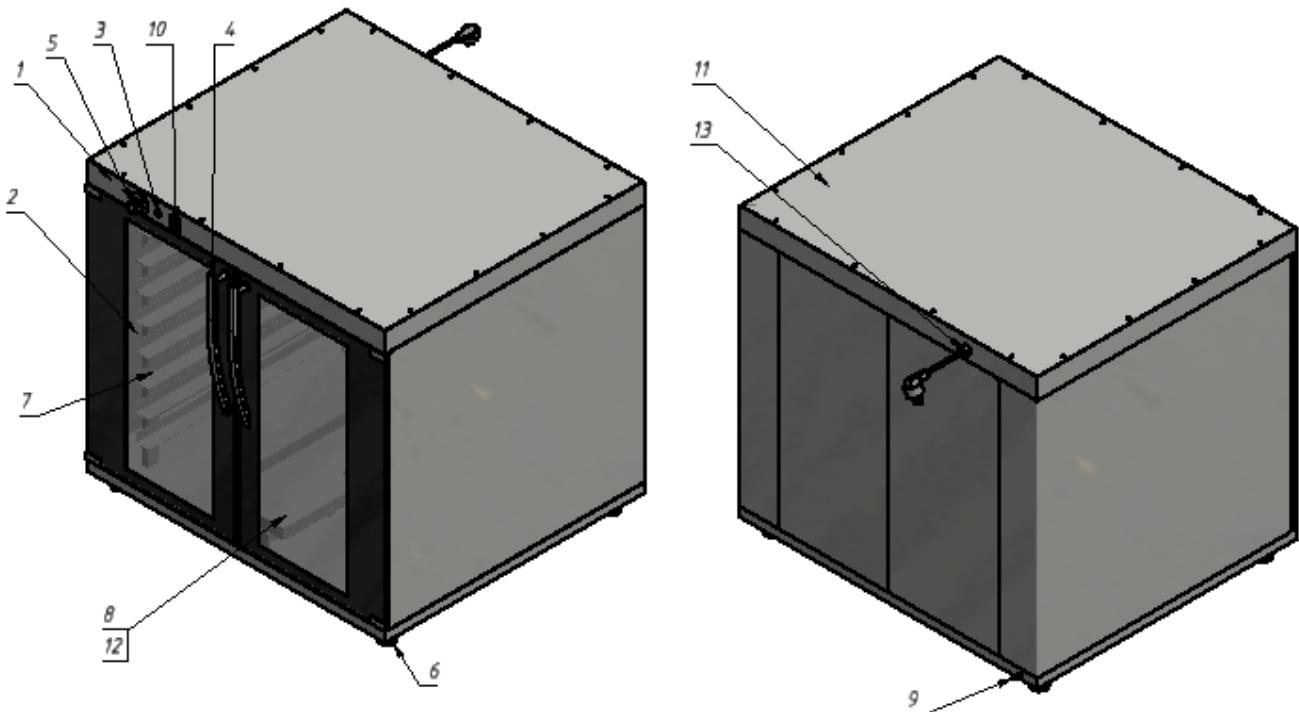

Рис. 2
- 5.3. Подсоединить заземление корпуса установки рис.2 поз.9 к заземляющему контуру помещения согласно ГОСТ 27570.0-87.
- 6.3. Нажать кнопку переключателя поз.10 рис.2.
6.4. Задать необходимую температуру расстойки поворотом ручки терморегулятора поз.5, рис.2., загорится сигнальная лампочка поз.3 рис.2. При этом установка начинает работать в режиме «Расстойка» (ТЭН нагревает воздух в камере). В дальнейшем терморегулятор будет поддерживать заданную температуру в камере.
6.5. При необходимости для увлажнения теста и препятствию образования корочки в ванночку поз.8 (Рис.2) наливают воду. Пополнять воду в ванночке по мере испарения, не допуская переливания воды через край.
6.8. При окончании работы установки выключить кнопочный переключатель поз.10 рис.2, провести чистку рабочей камеры специальными чистящими средствами, обмыть и вытереть насухо.